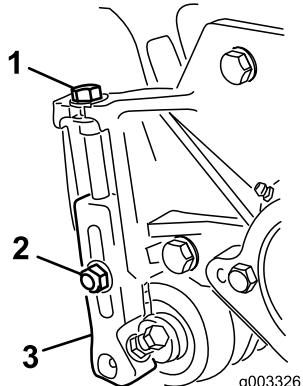

Figure 16
- Desserrez les contre-écrous qui fixent les supports de hauteur de coupe aux plaques latérales du plateau de coupe (Figure 16).